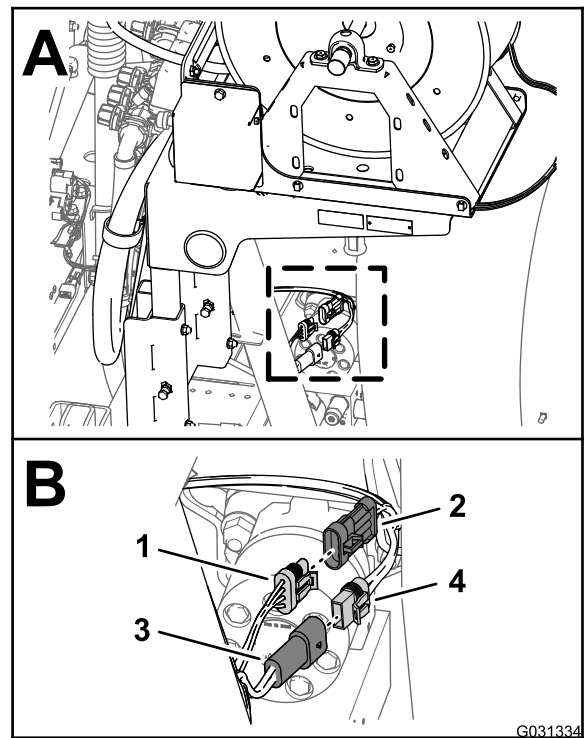

Рисунок 10
1. В задней части машины найдите жгут проводов комплекта поворотного шлангового барабана, находящегося на задней стороне бака опрыскивателя (Рисунок 10).
2. Отсоедините 2-гнездовой разъем жгута проводов электрического шлангового барабана от 2-штыревого разъема главного заднего жгута проводов (Рисунок 10).
3. Отсоедините 3-штыревой разъем жгута проводов электрического шлангового барабана от 3-штыревого гнезда главного заднего жгута проводов (Рисунок 10).